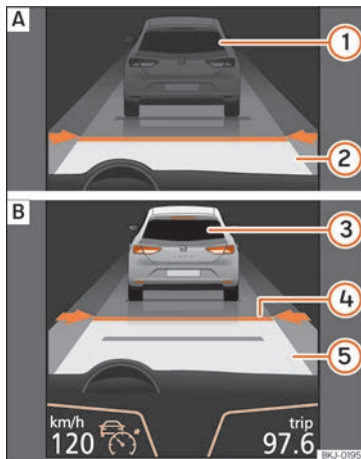
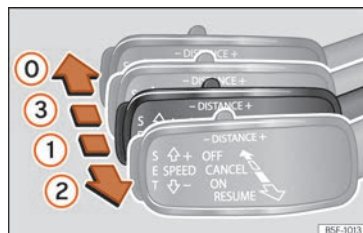
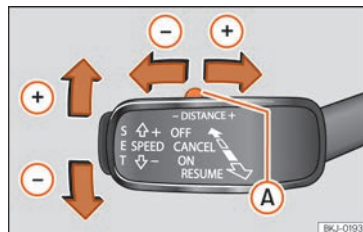

Fig. 270 En la pantalla del cuadro de instrumentos: [A] ACC inactivo (Standby). [B] ACC activo.
Fig. 272 A la izquierda de la columna de la dirección: tercera palanca para manejar el control adaptativo de velocidad.
Fig. 273 A la izquierda de la columna de la dirección: tercera palanca para manejar el control adaptativo de velocidad.
Indicaciones en la pantalla » » » fig. 270:
» fig. 270.
se la tecla **SET** » fig. 273. En caso de que se desee incrementar o disminuir la velocidad en intervalos de 1 km/h (0,6 mph), desplace la palanca hacia la posición ② » fig. 272 o pulse la tecla **SET** respectivamente.
La velocidad programada puede modificarse con el vehículo detenido o durante la conducción según se desee. Cualquier modificación en la velocidad programada se visualizará en la parte inferior izquierda de la pantalla del cuadro de instrumentos » fig. 270.
Para aumentar o reducir el nivel de distancia pulse la tecla basculante hacia la derecha/izquierda » fig. 273 (A).
- Para activar el ACC, con la tercera palanca situada en la posición ① se debe pulsar la tecla **SET** o se debe desplazar la tercera palanca del ACC hasta la posición ② » fig. 272. En ese momento la imagen del ACC en la pantalla del cuadro de instrumentos pasará a modo Activo » fig. 270.
Para desconectar el ACC desplace la palanca a la posición ③ » fig. 272 (encastrada). En ese momento aparece el texto **ACC desactivado** y la función queda completamente desactivada.
Si no se desea desconectar el ACC sino pasarlo de forma temporal a modo inactivo (Standby), desplace la tercera palanca a la posición ③ » fig. 272 o pise el pedal del freno.